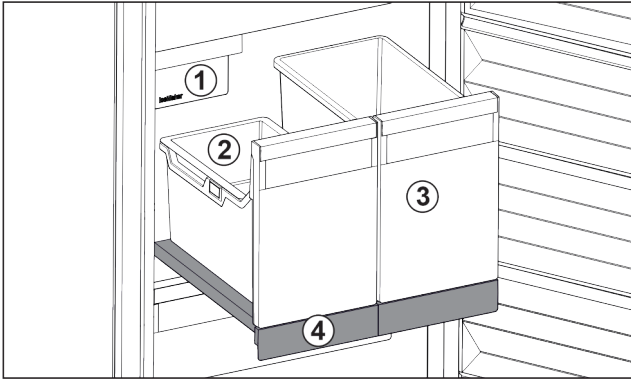

Fig. 103 Витяжна панель IceTower
На витяжній панелі є два високі резервуари (IceTower). В резервуарі Fig. 103 (2) кубики льоду з IceMaker збираються та зберігаються. Резервуар Fig. 103 (3) придатний для зберігання високих харчових продуктів, таких як піца та алкогольні напої.